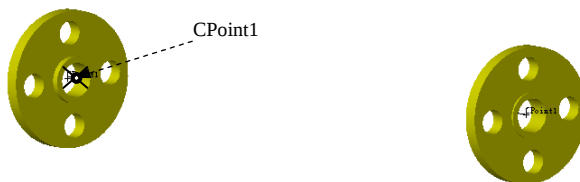

图 11.3.9 定义开始步路点
Step2. 定义开始步路点。选取图 11.3.9 所示的“Cpoint1”并右击，在系统弹出的快捷菜单中选择 **开始步路 (M)** 命令，系统弹出“线路属性”对话框。